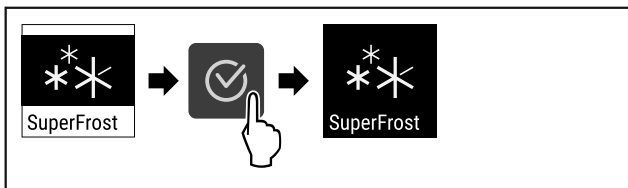

Fig. 66
- ▶ Efectuați pașii de acțiune (vezi Fig. 66).